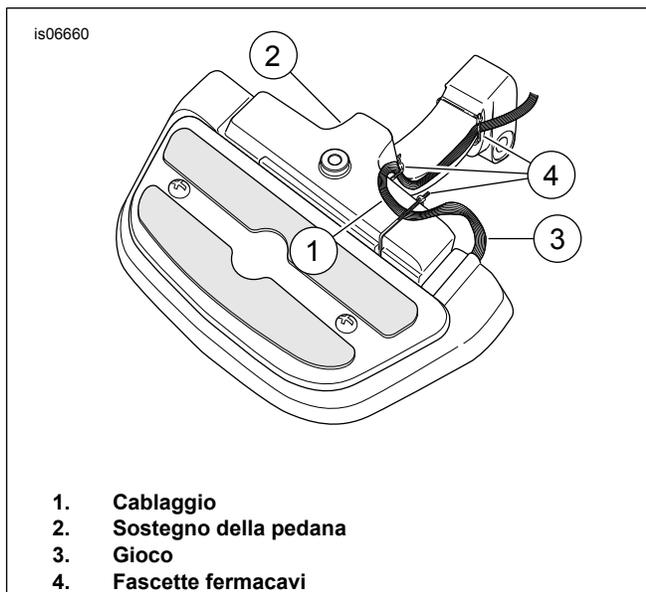

Figura 6. Disposizione del cablaggio - Modelli 1992 e versioni precedenti e accessori delle pedane
- a. **Veicoli modello 1992 e versioni precedenti e accessori delle pedane:** Vedere la figura 6. Disporre il cablaggio (1) lungo la parte inferiore e quella laterale del supporto di ogni pedana (2) come mostrato. Lasciare un po' di gioco (3) nel cablaggio per evitare di tirare i fili quando vengono legati alla pedana. Fissare il cablaggio ai supporti della pedana usando le fascette fermacavi (4).